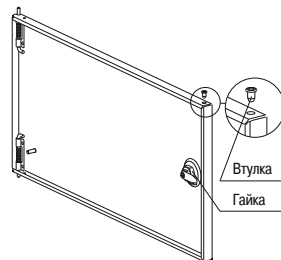

Рисунок 8
1.9 Вставьте в отверстие двери замок, предварительно скрутив с него гайку. Проверьте правильность установки замка. При правильной установке замок должен переводиться в положение «Закрыто» сверху вниз. Закрепите замок на двери гайкой (рисунок 8).
1.10 Вставьте в отверстия двери, сверху и снизу, пластмассовые втулки (рисунок 8).